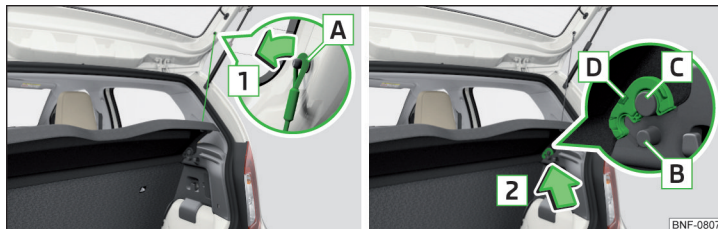

Abb. 83 Gepäckraumabdeckung herausnehmen
Sind die Haltebänder **A** » Abb. 83 an der Gepäckraumklappe eingehängt, dann wird beim Öffnen der Klappe die Gepäckraumabdeckung (nachstehend nur Abdeckung) mit angehoben.
- Die Abdeckung hochklappen und auf den beiden Seiten der Gepäckraumklappe in den Bolzen **B** verriegeln » Abb. 83.
- Die angehobene Abdeckung nach unten klappen. Die Abdeckung löst sich von den Bolzen **B** » Abb. 83.
- Auf den beiden Seiten der Gepäckraumklappe die Haltebänder **A** in Pfeilrichtung **1** aushängen » Abb. 83.
- Die Aufnahmen **D** an der Abdeckung über die Bolzen **C** stellen » Abb. 83.